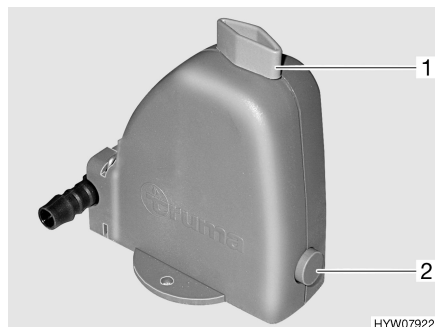

Fig. 60 Valve de sécurité et de vidange du chauffe-eau
Le chauffe-eau est équipé d'une valve de sécurité et de vidange (Fig. 60). La valve de sécurité et de vidange empêche que l'eau ne gèle dans le chauffe-eau lorsque le chauffage n'est pas allumé en cas de gel.
- Fermer la valve de sécurité et de vidange. Tourner pour cela le bouton rotatif (Fig. 60,1) dans le sens transversal par rapport à la valve de sécurité et de vidange et enfoncer le bouton-poussoir (Fig. 60,2).
- Ouvrir la valve de sécurité et de vidange. Tourner le bouton rotatif (Fig. 60,1) dans le sens longitudinal par rapport à la valve de sécurité et de vidange. Le bouton-poussoir (Fig. 60,2) ressort. Le chauffe-eau est vidé à l'extérieur par le biais de la valve de sécurité et de vidange.